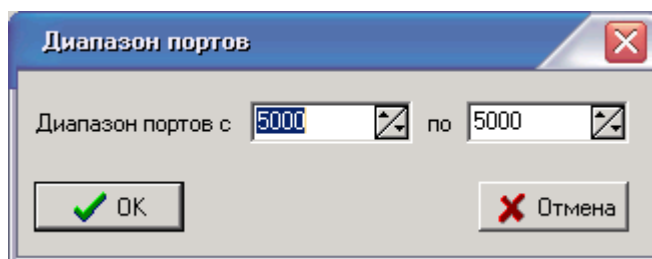

Рисунок 3.62
**«Порт».** Вводится порт сервера (0-65535). Чтобы задать порт 5000, необходимо ввести значение дважды (рисунок 3.62)